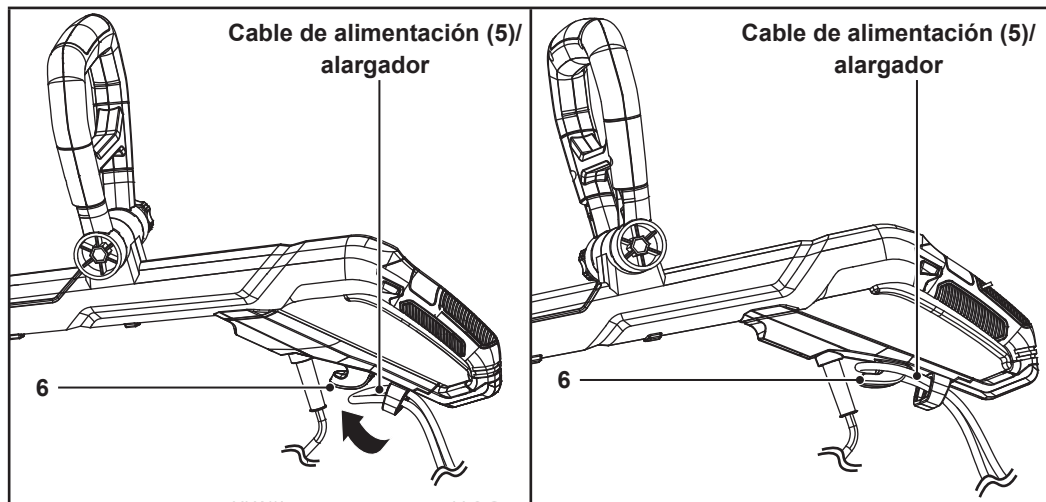

Fig. 8
**Solo para Reino Unido:** Enganche el cable de alimentación (5) en el liberador de tensión del cable (6) en lugar del cable alargador. Cuelgue el cable de alimentación tal y como se describe en los pasos siguientes.
1. Forme un lazo con el extremo del alargador. Pase el lazo por la abertura del liberador de tensión del cable (6) (Fig. 8).
2. Enganche el cable alargador en el gancho del liberador de tensión del cable (6) (Fig. 8). Deje que el cable alargador cuelgue libremente al menos 60 cm.
3. Conecte el enchufe de alimentación (5) al alargador.